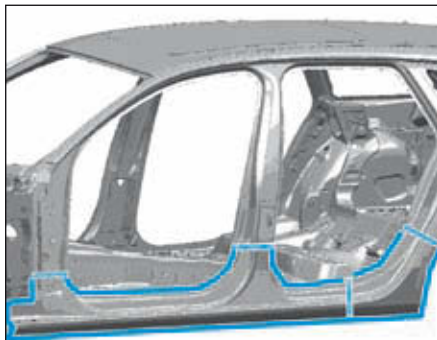

FIG.47
- Tracer puis couper comme illustré (Fig.47).